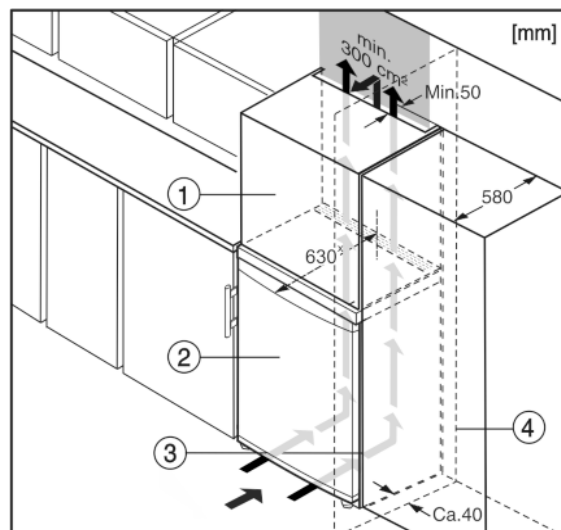

Fig. 10
Устройство может быть окружено кухонными шкафами. Чтобы уравнять устройство *Fig. 10 (2)* по высоте с кухонной стенкой, можно установить над устройством дополнительный шкафчик *Fig. 10 (1)*.
При комбинировании с кухонными шкафами (глубина макс. 580 мм) устройство можно установить непосредственно рядом с кухонным шкафом *Fig. 10 (3)*. Устройство выступает сбоку на 34 мм\* и по центру на 50 мм\* относительно передней стенки кухонного шкафа.
Если устройство установлено на шарнирах у стены *Fig. 10 (4)*, то расстояние между устройством и стеной должно быть не менее 40 мм. Настолько выступает ручка при открытой дверце.